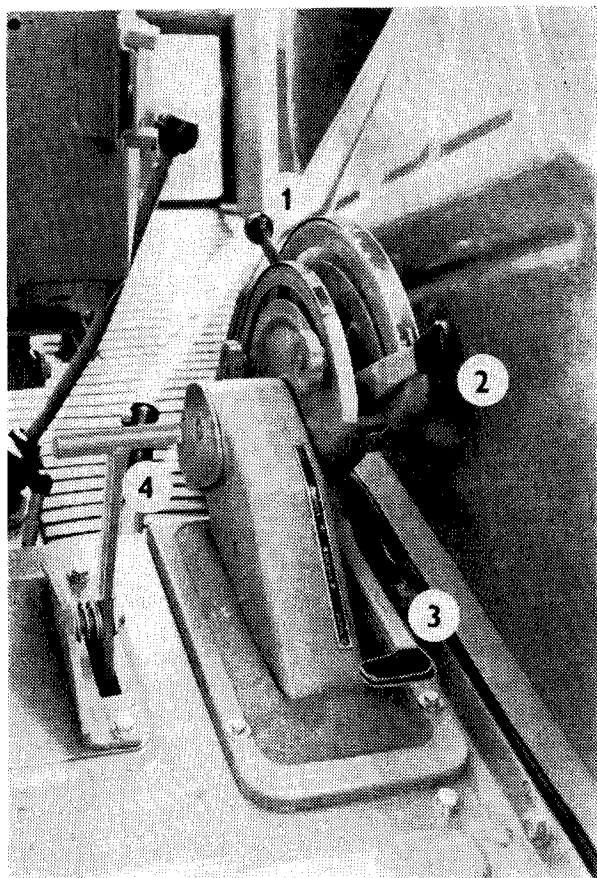

Fig. 17
10. Manette de commande du circuit extérieur de relevage hydraulique (fig. 17/1).
11. Manette de commande du circuit intérieur de relevage hydraulique (fig. 17/2).
12. Manette de choix du système de régulation de relevage hydraulique (fig. 17/3).
13. Levier de commande de l'attelage pour la remorque d'un seul essieu (fig. 17/4).
1. La manette du circuit intérieur (fig. 17/2) sert pour les opérations suivantes:
(fig. 17/3) sert pour pouvoir sélectionner les régulations suivantes:
Le circuit extérieur est commandé par la manette (fig. 17/1) laquelle peut être déplacée dans quatre positions marquées sur la plaque (fig. 22).